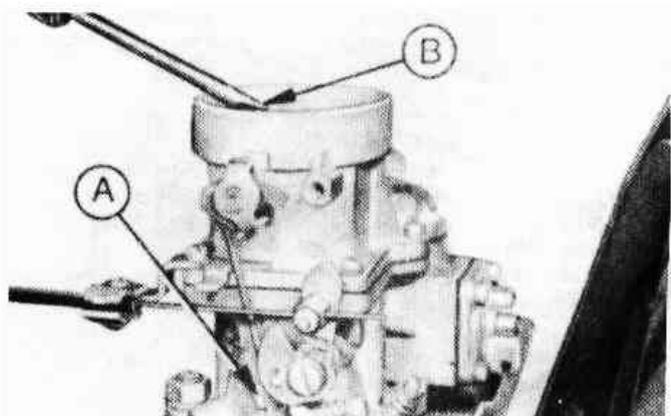

Рис.3.15. Регулировочный язычок оборотов холостого хода при пуске холодного двигателя
7. Подогните регулировочный язычок (Рис.3.15) для получения требуемых оборотов.